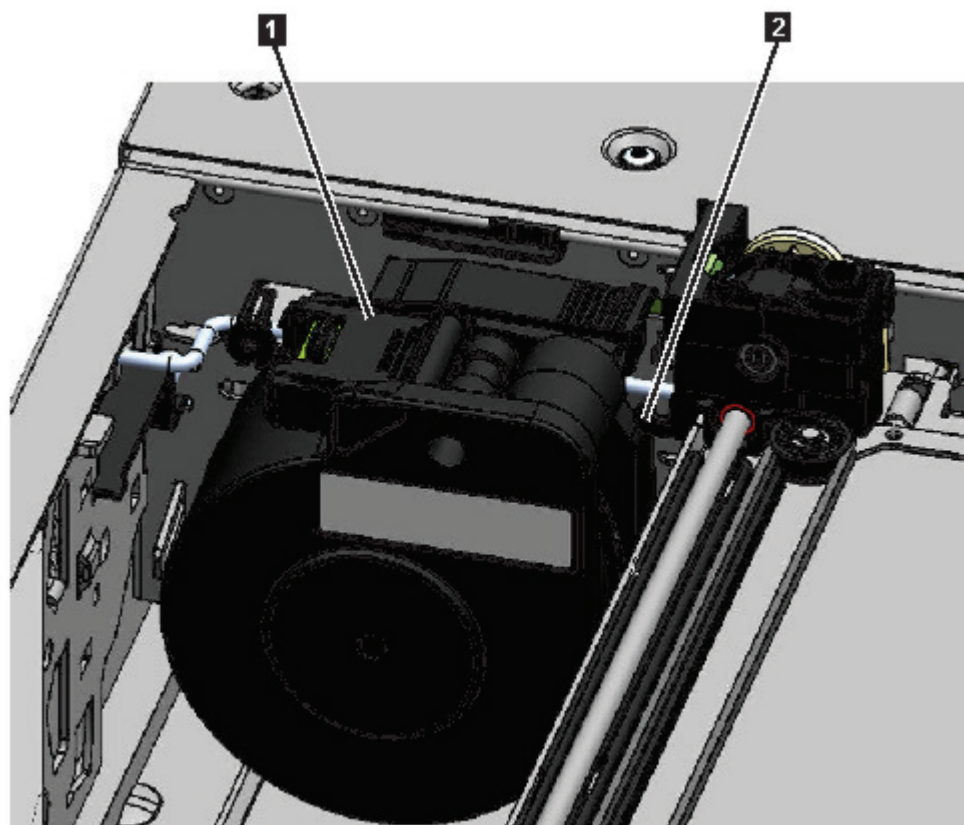

図 74. 停止位置にあるスプリング・ケーブル
注: スプリング・ケーブル・ピボットの端部がアクセサリのどこにあるかに注意します。新しいスプリング・ケーブルをアクセサリに接続する上で重要になります。次を参照。(2(152 ページの図 74))。
9. スプリング・コネクタ (1(152 ページの図 74)) を停止位置に配置します。